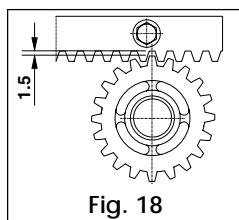

Fig. 18
- Après l'installation de la crémaillère, abaisser d'environ 1,5 mm la position du motoréducteur en ajustant les pieds de réglage comme indiqué Fig. 18, afin de garantir le bon entraînement du pignon avec la crémaillère.